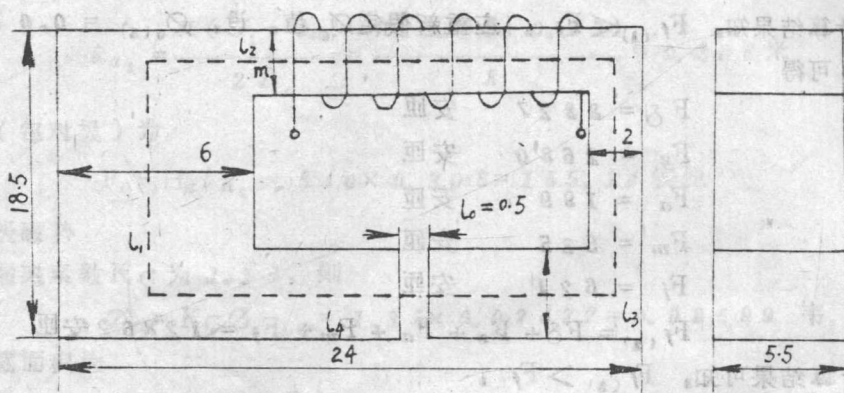

图 2-3
1. 图 2-3 所示磁路由 0.5 毫米厚的 D 21 电工硅钢片叠压而成, 铁心的叠片系数 $K_c = 0.91$, 各部分的尺寸如图 2-3 所示 (单位为厘米); 试求 $N = 200$ 匝时, 在铁心磁路中建立 1.8×10^{-3} 韦的恒定磁通时, 所需的励磁电流。